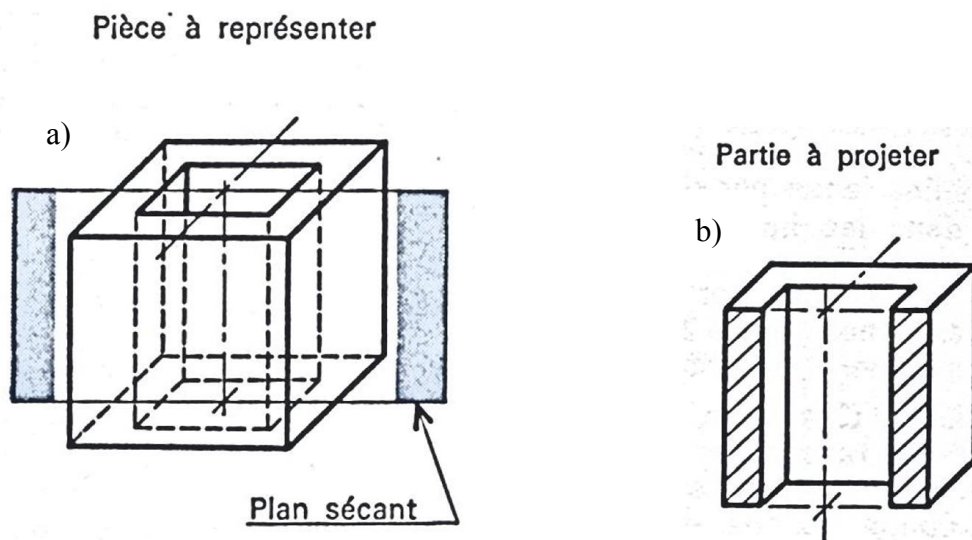

Fig. 5.2. Principe et démarches à suivre pour l'obtention d'une coupe.
- f. Désigner le plan de coupe par une même lettre majuscule inscrite aux deux extrémités de la trace du plan sécant (**Fig. 5.2**).